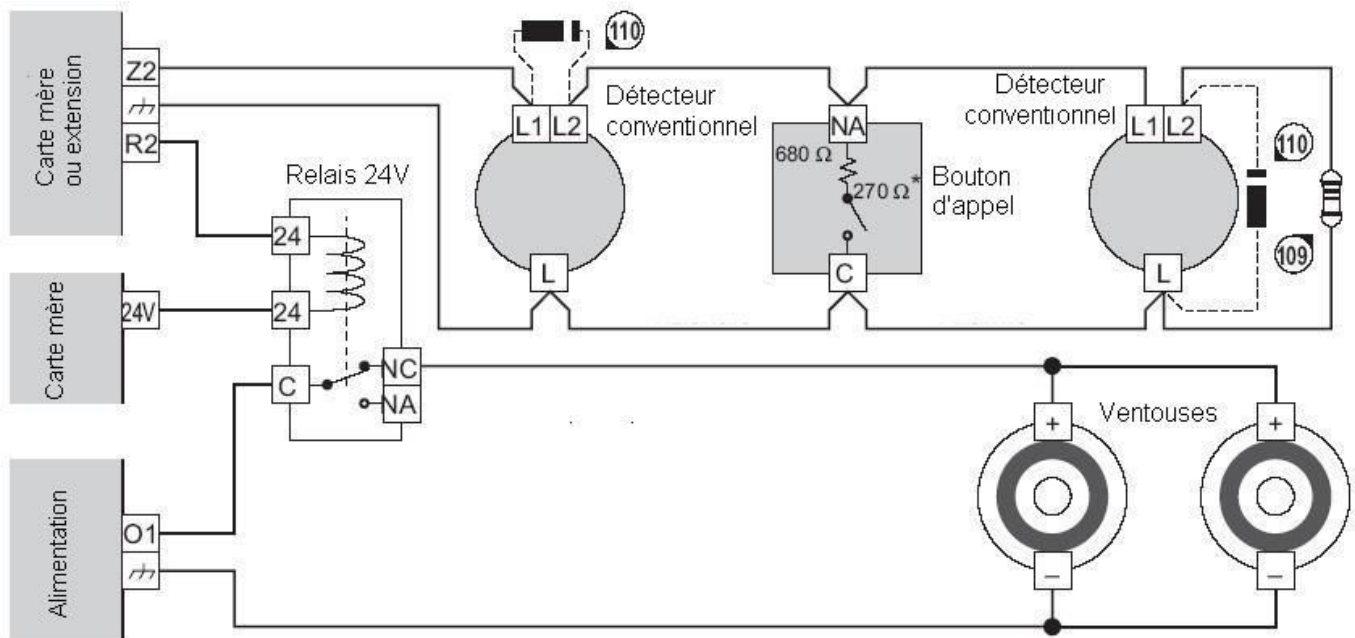
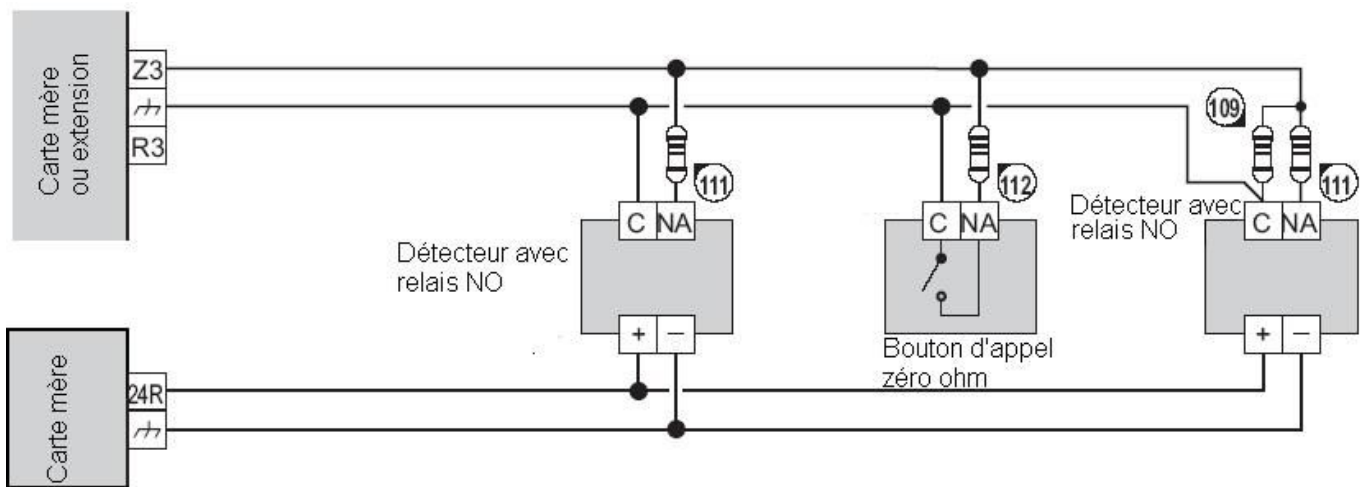

Figure 14 : Raccordement de 3 appareils de détection sur une zone :
Figure 15 : Schéma de câblage avec 2 détecteurs à relais NO et un bouton d'appel sans résistance :
Pour les connexions, se reporter à la figure 14.
Cette centrale accepte également des détecteurs avec des contacts d'alarme normalement ouverts qui se ferment en cas d'incendie. Voir la figure 15 pour le câblage. Une résistance de 680 ohms (111) doit être montée en série comme indiqué dans le circuit.
Si cette option est validée, la zone concernée va court-circuiter tout détecteur manquant, permettant aux détecteurs en aval du détecteur manquant de fonctionner normalement. Pour les connexions, voir la figure 14 les diodes indiquées en pointillé doivent être montées. Si l'option est validée pour la zone, la centrale va inverser sa polarité toutes les minutes, permettant ainsi de repérer si un détecteur manque.
Cette centrale permet la connexion de points d'appel (bouton poussoir) avec une résistance de 680 ohms (voir figure 14) en série avec le contact normalement ouvert. On peut également connecter des points d'appel normalement ouvert sans résistance en série, il faut alors suivre le schéma de la figure 15 et monter une résistance (112) de 680 ou de 270 ohms en série avec le contact du point d'appel. Ne pas oublier la résistance de fin de boucle de 3900 ohms (109).